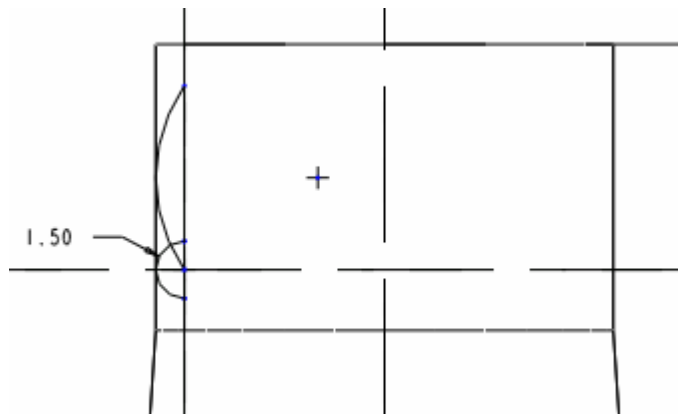

图 65-19
- (5) 单击草绘命令工具栏中的  按钮，系统再次进入草绘状态，以绘制螺旋扫描剖面。
- (6) 在信息区显示的文本框中输入螺距值“3.14”，在起始中心位置绘制一半圆（半径为1.5）作为扫描截面，如图 65-19 所示。